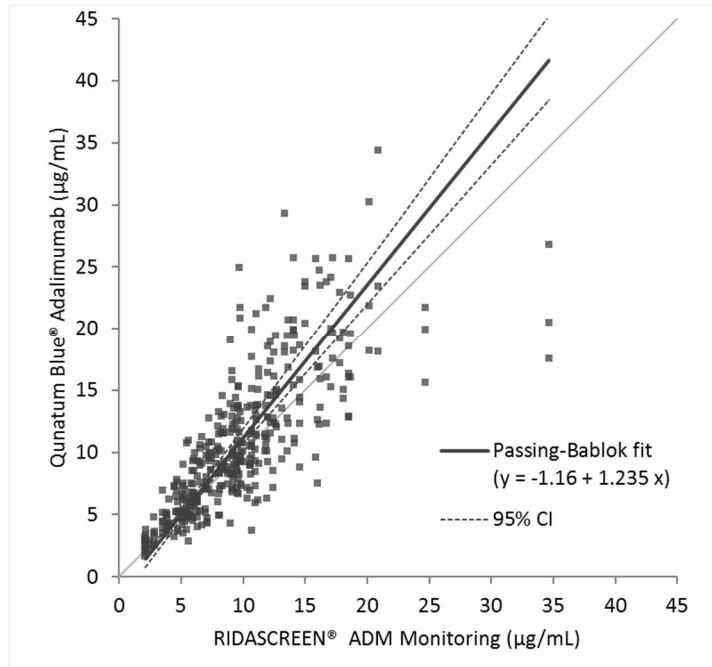

Abbildung 2
Die Methodenvergleichsstudie wurde gemäss der CLSI-Richtlinie EP09-A3 durchgeführt. Einhundertdreissig (130) klinische und künstlich hergestellte (3,1 % der Gesamtzahl) Proben wurden in Triplikaten mit dem Quantum Blue® Adalimumab Test (ergab 390 Werte) und einem kommerziellen Adalimumab ELISA Test gemessen (Ref. 7). Die Messungen wurden über einen Zeitraum von vier Tagen mit zwei Quantum Blue® Adalimumab-Testkassettenlots durchgeführt. Die Ergebnisse sind in Abbildung 2 zusammengefasst.